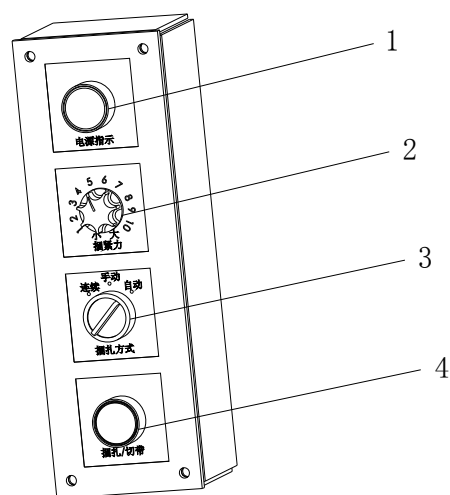

图 4-1
### 4.1 控制面板功能（见图 4-1）
1. 接通空气开关见图 4-1 所示, 此时电源指示灯亮。